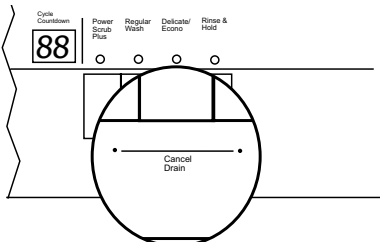

Figure 29/Ilus. 29
1. Press and hold for three seconds the two buttons indicated by the two dots labelled "Cancel Drain", as shown in Figure 29.
1. Presser et maintenir pendant 3 secondes les deux touches indiquées par deux points «Annuler vidange», comme à la figure 29.
1. Pulse y oprima por tres segundos los dos botones señalados por los dos puntos rotulados "Cancel Drain" (es decir Cancelar Evacuación) como muestra la Ilustración 29.